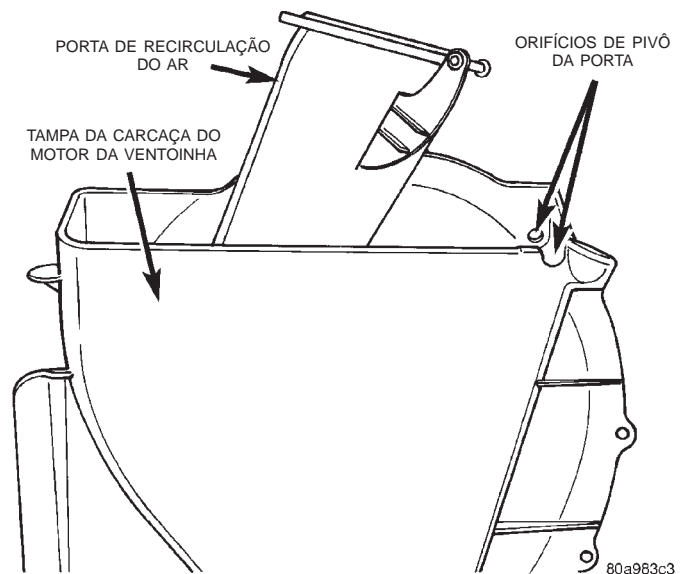

Fig. 61 Remoção/Instalação da Porta de Recirculação do Ar
(3) Erga a extremidade inferior da porta de recirculação do ar o suficiente para que a alavanca da porta seja liberada da grade de admissão de recirculação do ar. Em seguida, gire a porta para remover os pivôs de seus orifícios, na tampa da carcaça do motor da ventoinha (Fig. 61).